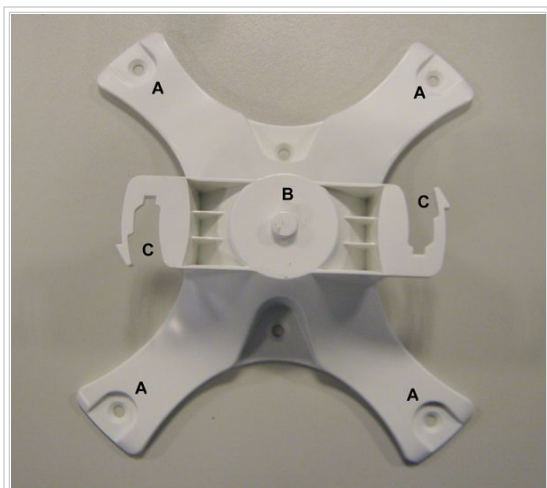

Fig. 2 - Soporte Aruba para cielorraso común
- Fijar el soporte de 4 apoyos al cielorraso mediante 4 tornillos con taco Fischer N° 6 utilizando las perforaciones (A) (Fig. 2).
- Colocar el equipo en el punto B y girarlo en sentido horario para que calcen las trabas (C) (Fig. 2).